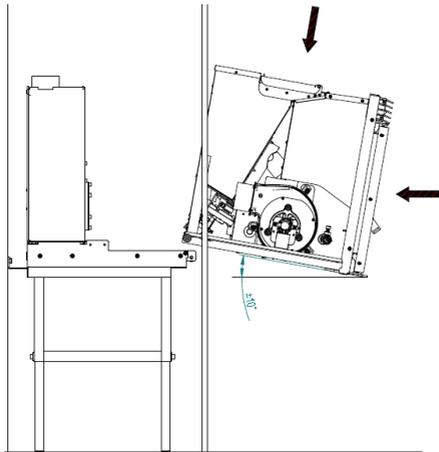

Figure 7 - Installation
- Après avoir fixé la base de la machine et raccordé la cheminée, présenter la partie mobile de l'équipement tel qu'illustré sur la figure 7.